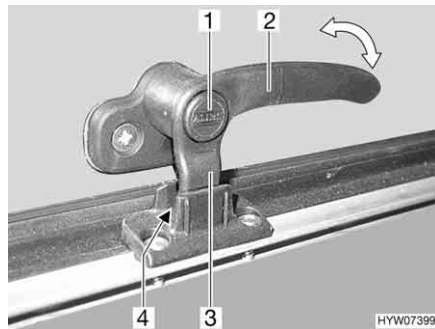
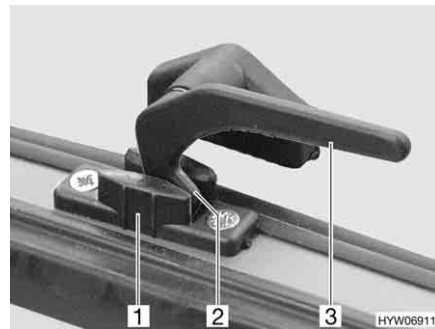

Fig. 74 Alavanca de trava com botão de segurança na posição "Arejamento contínuo"
Fig. 75 Alavanca de trava na posição "Arejamento contínuo"
- Na posição "Arejamento contínuo" (Fig. 74 e Fig. 75)
- Se disponível, prima o botão de segurança (Fig. 74,1) e mantenha-o premido.
- Gire a alavanca de trava (Fig. 74,2 ou Fig. 75,3) um quarto de volta na direção do meio da janela.
- Gire novamente para trás a alavanca de trava. Durante isto, desloque a ponta de trava (Fig. 74,3 ou Fig. 75,2) na alavanca de trava para dentro do entalhe no dispositivo de bloqueio da janela (Fig. 74,4 ou Fig. 75,1).
- Se disponível, largue o botão de segurança (Fig. 74,1).